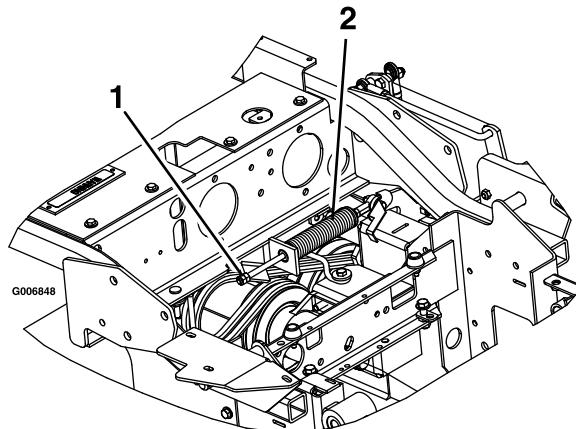

Figura 58
- Localice el muelle del freno y desenrosque las dos contratuerca hasta el extremo de la varilla del muelle del freno (Figura 58).